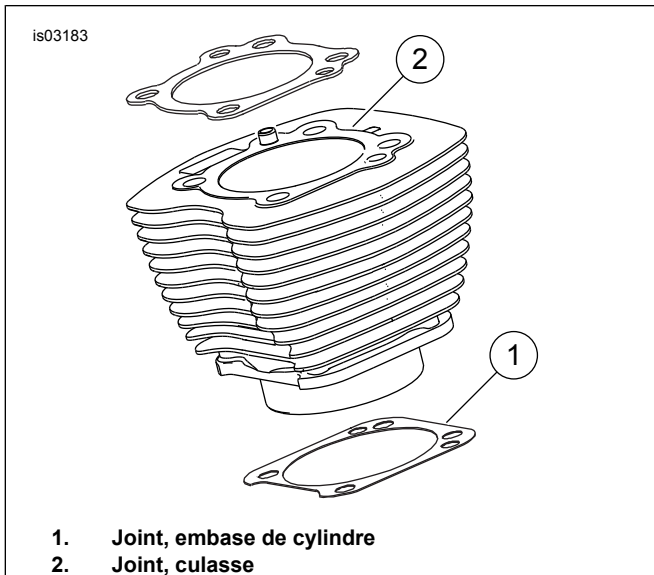

Figure 1. Joints de cylindre
Voir Figure 1. Aucun joint torique n'est nécessaire, du fait de la présence du joint de base de cylindre de 4,060 pouces (1) et du joint de culasse (2). Ne pas utiliser de joints toriques sur les goujons de cylindre ou les emboîtements de cylindre.